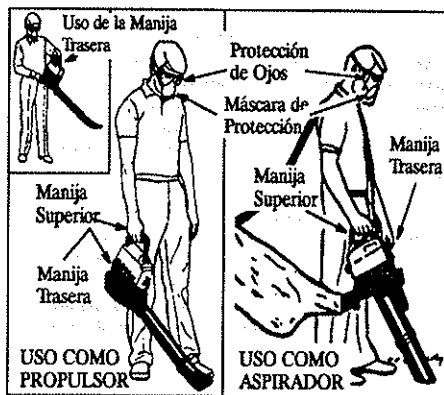

Figura 9
- Use la posición correcta de uso. Figura 9. No se extienda ni se incline excesivamente, ni use el aparato con los pies en una superficie inestable como escaleras portátiles, árboles, declives acentuados, techos, etc. Mantenga el equilibrio, con los pies en una superficie firme y estable, en todo momento.